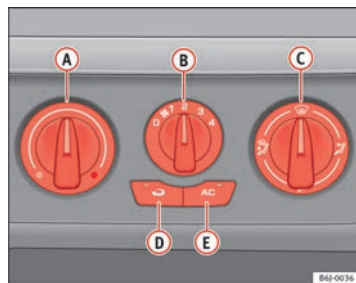

Abb. 93 In der Instrumententafel: Bedienelemente Klimaanlage
- Mit den Reglern ⇒ Abb. 93 ① und ② und mit dem Schalter ③ stellen Sie die Temperatur, die Gebläsestufe und die Luftverteilung ein.
- Drücken Sie die jeweilige Taste ④ oder ⑤, um eine Funktion ein- oder auszuschalten. In der jeweiligen Taste leuchtet eine rote Kontrollleuchte auf, wenn die Funktion eingeschaltet ist.
- Schließen Sie die Düsen ③.
- Öffnen Sie die Düsen ④ und richten Sie sie auf die Seitenfenster.